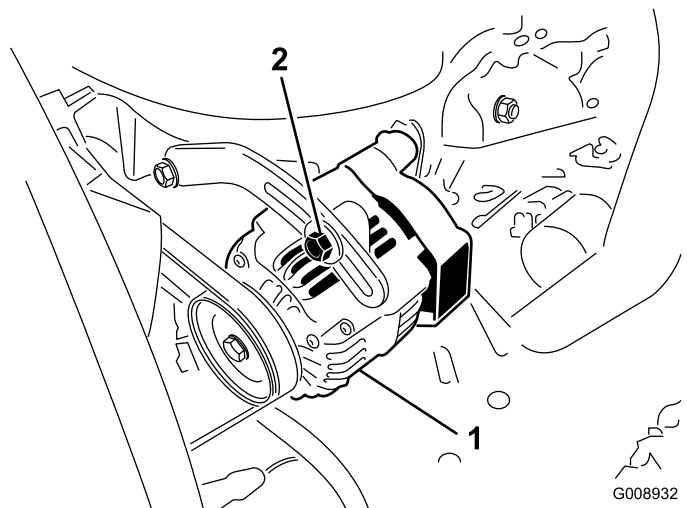

Figura 116
Controllate lo stato e la tensione delle cinghie (Figura 116) ogni 100 ore di servizio.
3. Se l'inflessione non è di 10 mm, allentate i bulloni di fissaggio dell'alternatore (Figura 116).